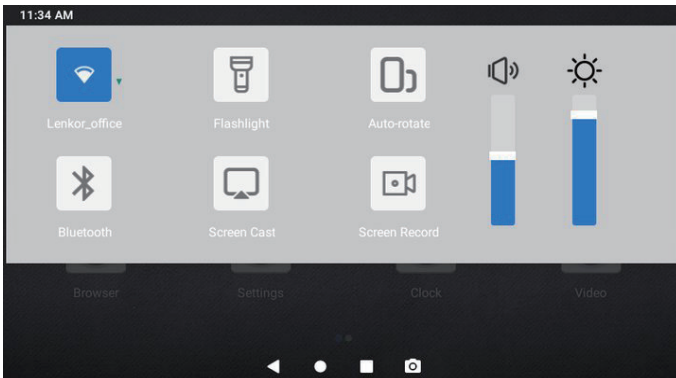

Abbildung 1.2.2
**Streichen-nach-unten-Menü** Streichen Sie vom oberen Rand des Bildschirms nach unten, um das Streichen-nach-unten-Menü anzuzeigen. Dies ermöglicht Ihnen einen schnellen Zugriff auf Wi-Fi, Bluetooth, ein Blitzlicht, Lautstärke, Bildschirmhelligkeit, Bildschirmprojektion, Drehung und Bildschirmaufnahme (siehe Abbildung 1.2.2).